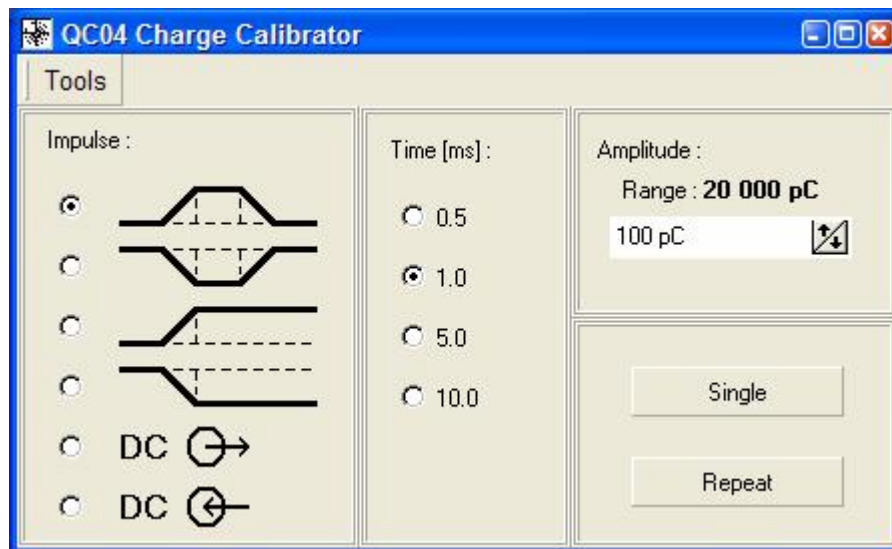

Рис. 7.9 Панель «QC04 Charge Calibration»
7.3.3.17 В компьютере для устройства калибровки заряда QC04 запустить программу «QC Control.exe» На экране монитора компьютера появится окно панель «QC04 Charge Calibration (Калибратор заряда) », смотри рисунок 7.9.